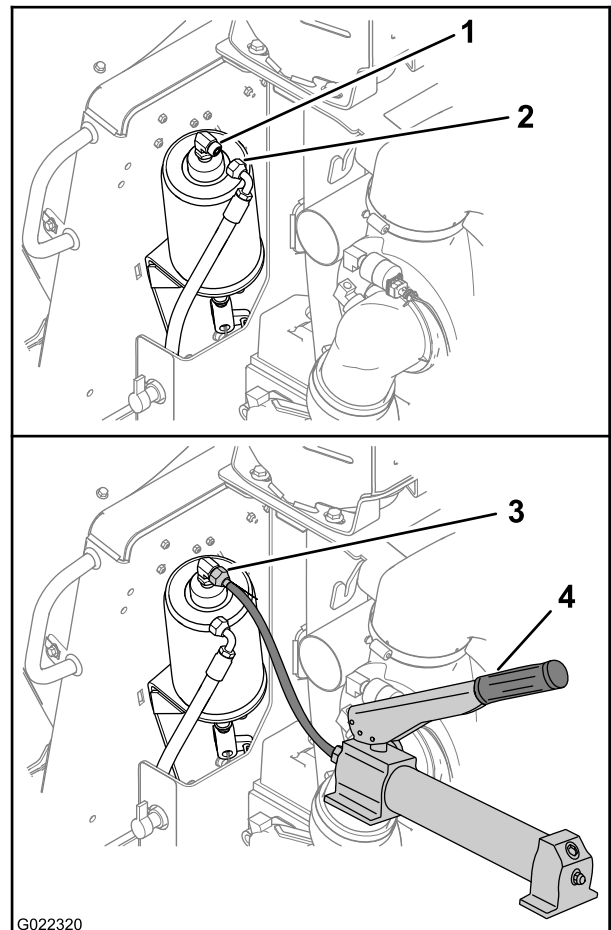

Figure 30
1. Débranchez le flexible hydraulique du frein de stationnement comme l'indique la Figure 30.
2. Connectez une pompe hydraulique manuelle d'une puissance de 24 bars (350 psi) sur le maître-cylindre du frein de stationnement (Figure 30).